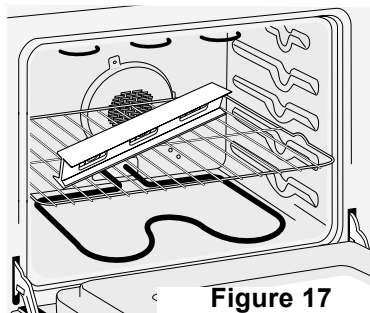

Figure 17
- Vérifiez si l'appareil est à niveau en installant une grille au centre du four et en plaçant un niveau à bulle sur cette dernière (Figure 17).
- Déposez un niveau à bulle sur la grille (figure 17). Prenez 2 lectures en plaçant le niveau en diagonale dans une direction, puis dans l'autre direction. Si nécessaire, ajustez les vis de nivellement ou le dispositif de nivellement.